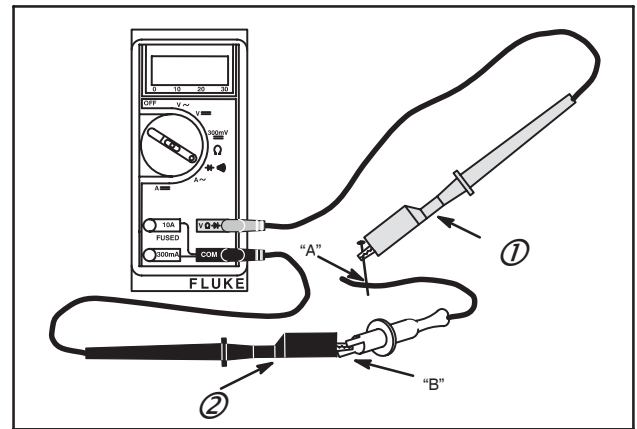
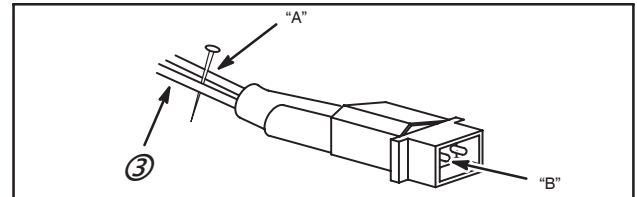

Fig. 25
Fig. 26
1. Introduire le fil ROUGE (1) du contrôleur dans la borne $V \Omega \rightarrow$ du contrôleur.
2. Introduire le fil NOIR (2) du contrôleur dans la borne COM du contrôleur.
4. Fixer la pince du fil ROUGE du contrôleur au point "A" et la pince du fil NOIR du contrôleur au point "B", Fig. 25 (C.C. uniquement), Fig. 26 (Dual Circuit). (Il peut être nécessaire de percer le fil ROUGE (3) avec une aiguille comme indiqué).